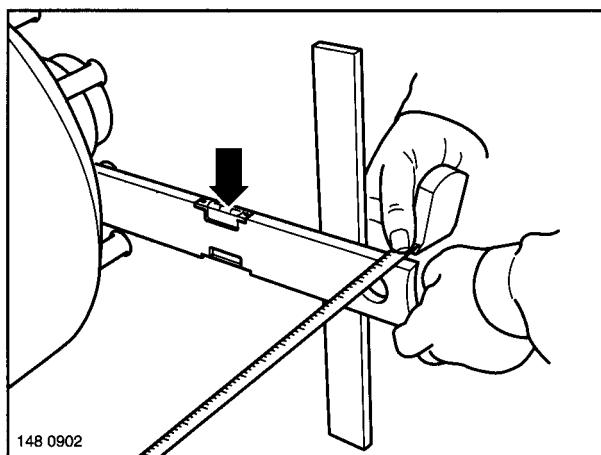

Fig. 2
(2) Move both measuring tools horizontally forwards (Fig. 2/arrow). Measure the distance from measuring tool to measuring tool (Fig. 2) and note it.
(3) Make a similar measurement behind the axle.
(2) Poser les deux équerres de mesure horizontalement, vers l'avant (figure 2/flèche). Mesurer et noter la distance d'une équerre à l'autre (figure 2).
(3) Effectuer la même mesure à l'arrière de l'essieu.
- (2) Beide Meßwerkzeuge waagrecht nach vorne stellen (Fig. 2/Pfeil). Abstand von Meßwerkzeug bis Meßwerkzeug messen (Fig. 2) und notieren.